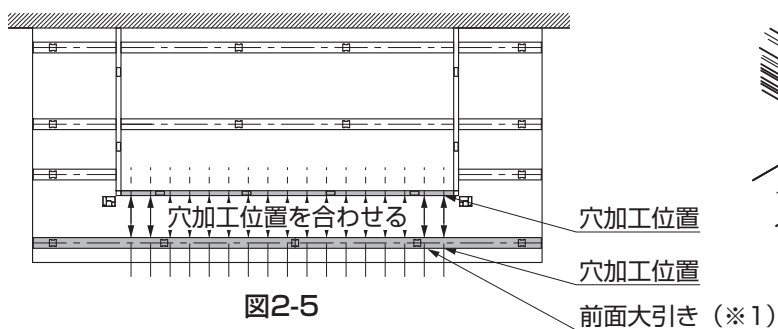

図2-5
- デッキ受け材の加工穴が配置済みの前面大引き(※1)の加工穴と位置が揃うように両端より切断してください。(図2-5参照)